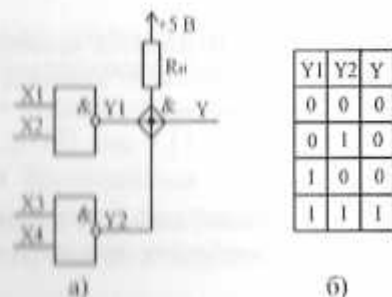

Рис. 1.10. Схемное И: а) схема; б) таблица истинности
8. *Схемное И*. Выходы нескольких элементов с открытым коллектором возможно соединять с общей нагрузкой R_n (рис. 1.10).